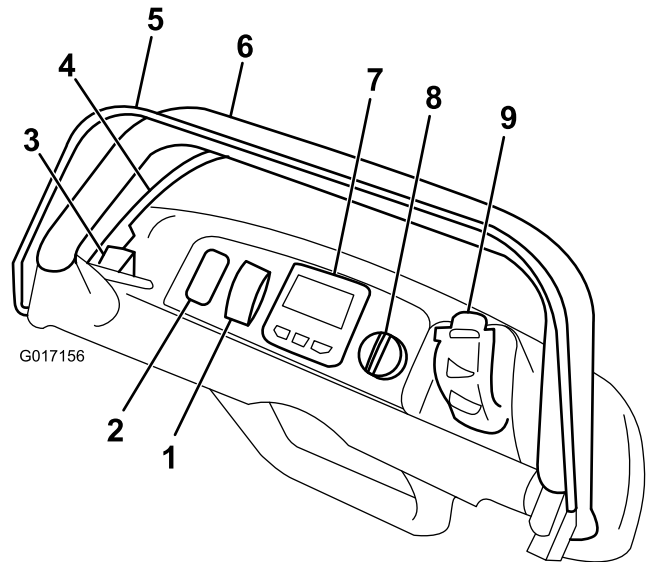

Bild 4
2. Aktivieren Sie die Feststellbremse (Bild 4).